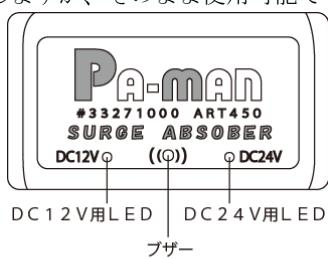

図 3
- ③ バッテリー電圧に応じ、本商品のDC12V用またはDC24V用のLEDが点灯することを確認してください（図3参照）。尚、著しく消耗したバッテリーに本商品を接続すると、バッテリー電圧を認識できず、本来とは異なるLEDが点灯しますが、そのまま使用可能です。